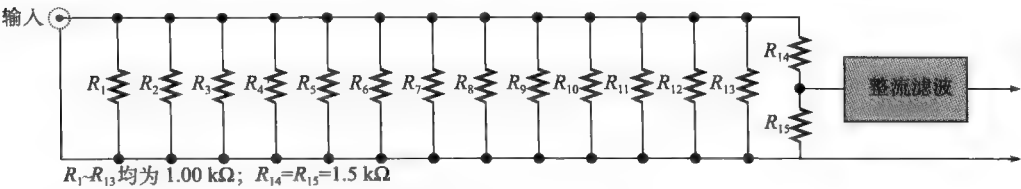

图 5-74 习题 47 图
47. 某假负载的值如图 5-74 所示，除了 R_{14} 和 R_{15} 的额定功率为 1/2W 外，所有其他电阻的额定功率均为 2W。(a) 负载电阻为多大？(b) 额定功率为多大？